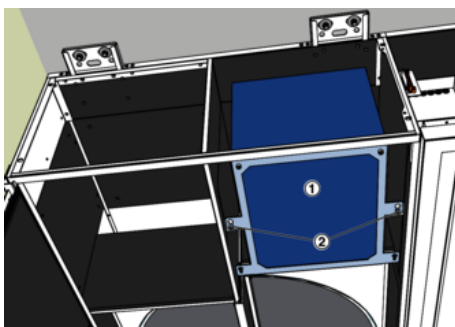

Abb. 12: Schalldämpfer aus Bauteil 1 entnehmen
9. ▶ Im Bauteil 1 den Schalldämpfer (Abb. 12/1) demontieren, dazu die beiden Innensechskantschrauben (Abb. 12/2) etwas lösen und anschließend den Schalldämpfer herausziehen. Den Schalldämpfer für die spätere Montage lagern.